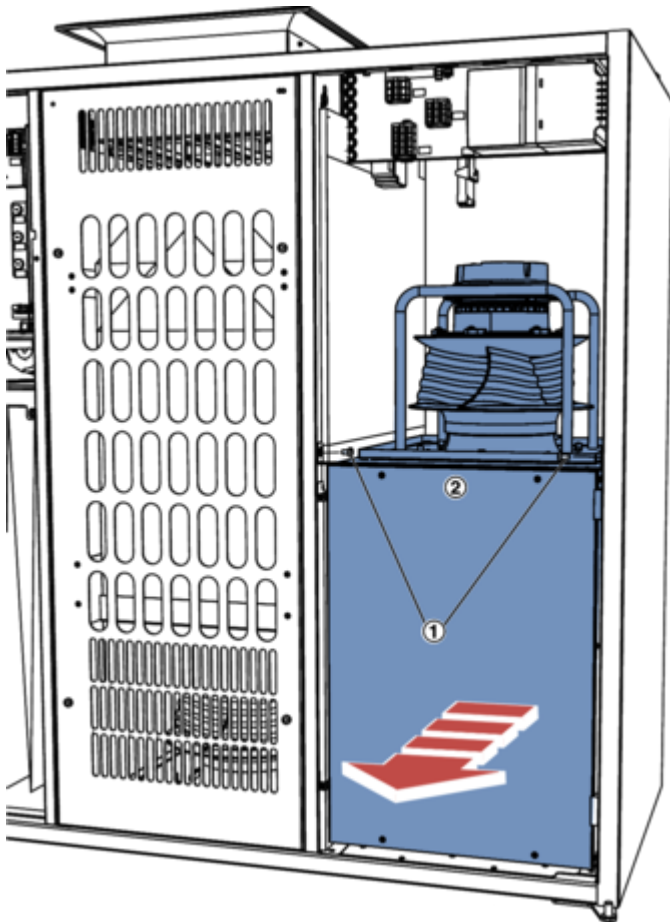

Abb. 12: Abluft-Ventilator und Schalldämpfer entnehmen
- 6 ▶ Anschlussleitung vom Abluft-Ventilator am Stecker trennen. Schrauben (Abb. 12 /1) lösen und Ventilator mit Schalldämpfer (Abb. 12 /2) nach vorne herausziehen.